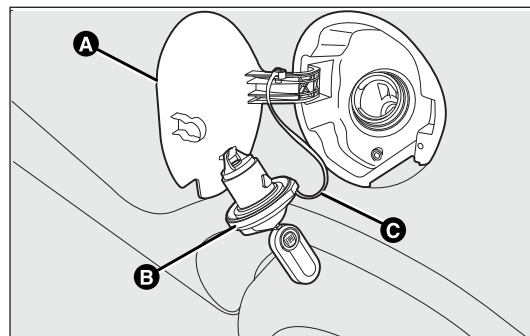

рис. 109
ПРОБКА ТОПЛИВНОГО БАКА рис. 109
- 1) Откройте крышку А рис. 109, потянув ее на себя, удерживайте пробку В, вставьте ключ зажигания в замок и поверните его против часовой стрелки.